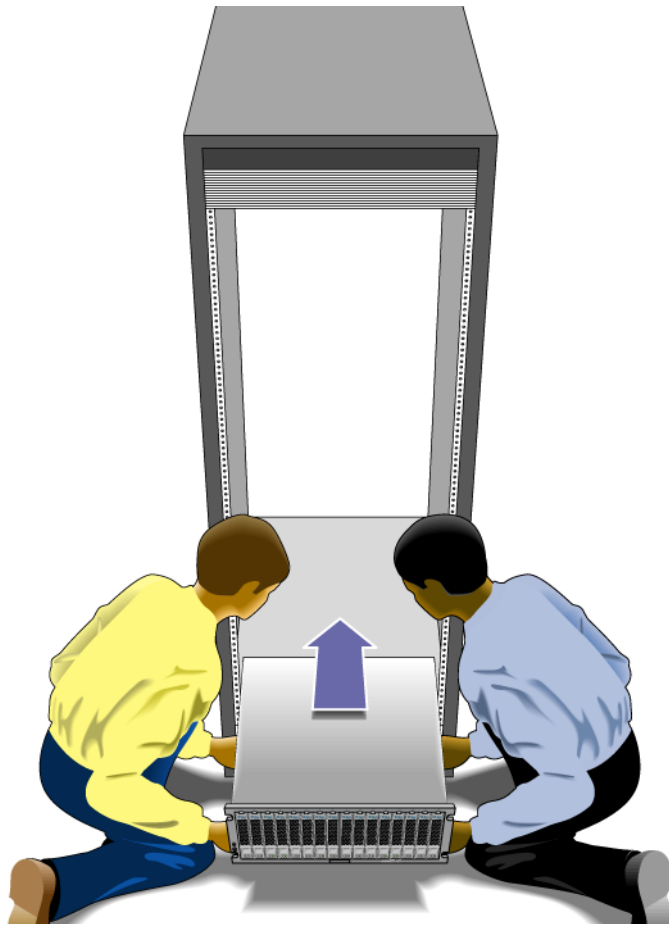

FIGURE 2-8 Positionnement de l'unité dans l'armoire
1. En vous faisant aider d'une autre personne (chacun d'un côté de l'unité), soulevez délicatement cette dernière et posez-en le bord inférieur sur les rails gauche et droit (FIGURE 2-8).